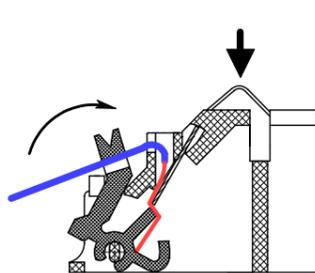

Рисунок 4
– ввести в канал провод и зафиксировать его, поджав кнопку-зажим до упора (рисунок 4);
(рисунок 4) и потянуть провод на себя;
– завести провод в паз, расположенный на кнопке-зажиме (рисунок 4).